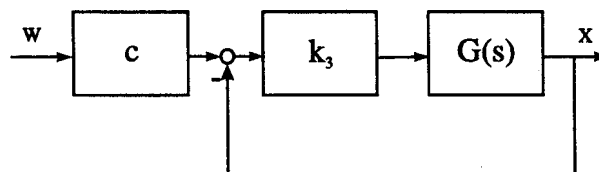

Abb. 5.3: Regelkreis 3
- d3) Im Regelkreis 3 bleibt im stationären Zustand, der existieren soll, eine Regelabweichung  $xd = w - x \neq 0$ . Sie soll durch Einfügen eines P-Gliedes gemäß Abb. 5.3 zu Null gemacht werden. Welchen Wert muß  $c = \text{const.}$  annehmen?